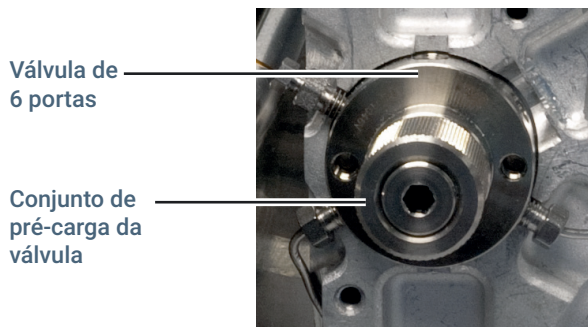

Figura 23. Conjunto de pré-carga da válvula
- 6 Usando a mão, desaperte o conjunto da pré-carga na parte frontal da válvula (**Figura 23**).